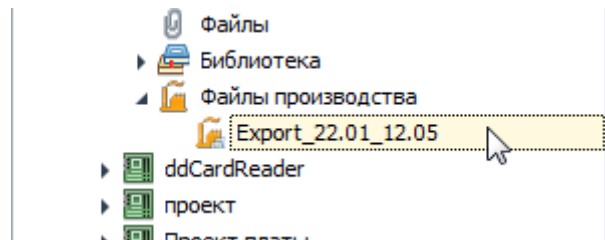

Рис. 100 Файл производства в дереве проекта
9. Открыть экспортированный файл, см. Рис. 100.